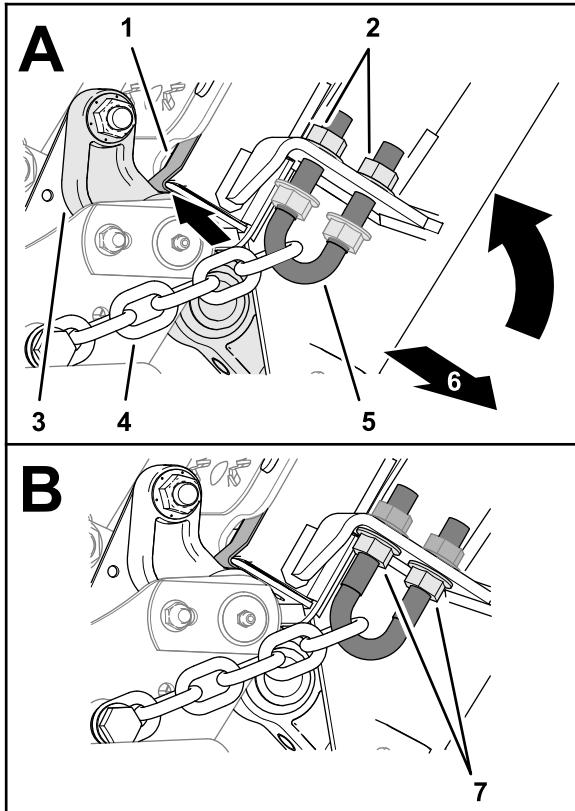

Figura 35
1. Na parte frontal da plataforma, aperte as porcas flangeadas serradas exteriores até que as correntes fiquem tensionadas (Figura 35).
2. Enrosque as porcas flangeadas serradas (Figura 35) e aperte-as com 103 to 127 N·m.